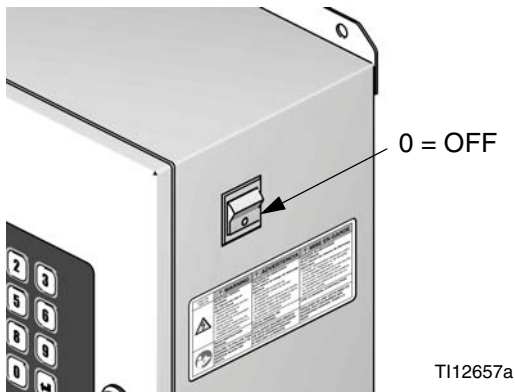

FIG. 23: Sistema Apagado
1. Apague la corriente del ProMix 2KS/3KS (posición 0). FIG. 23. Corte también la corriente en el disyuntor principal.